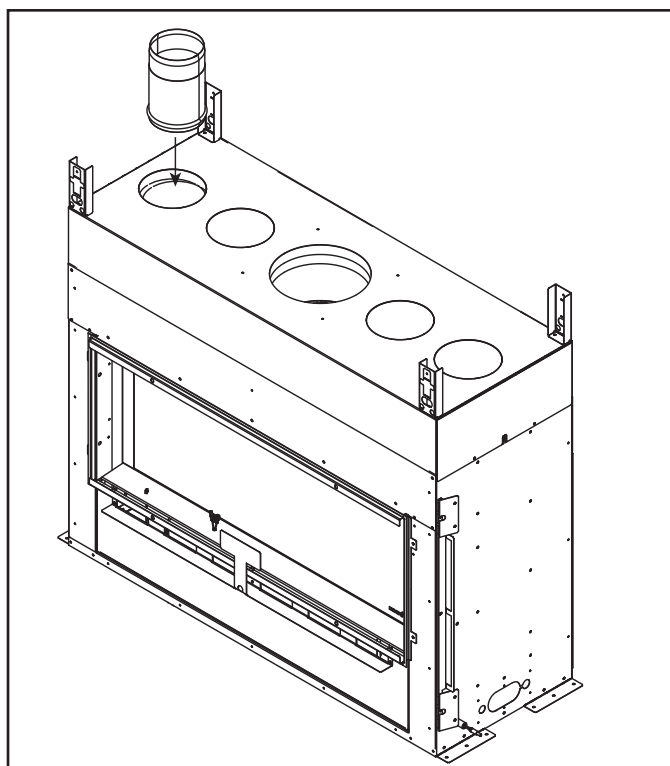

Figure 6.5 Heat-Zone®-Gaz linéaire Adaptateur de collier
- Centrez le collet du conduit autour du trou exposé et attachez-le à l'appareil. Voir la figure 6.5.
L'adaptateur de gaz HZLIN-ADP est nécessaire pour être utilisé avec l'ensemble Heat-Zone®-Gaz et est nécessaire lorsque l'ensemble Heat-Zone®-Gaz optionnel est installé sur les modèles MEZZO-C. Voir la figure 6.5.